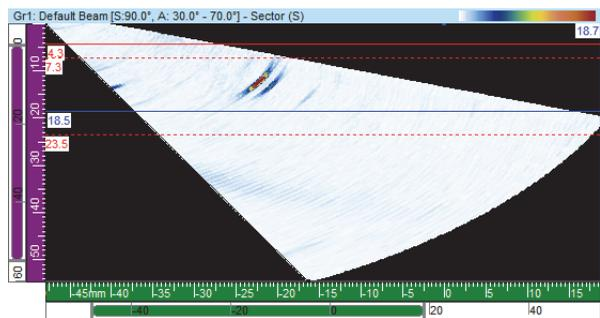

图 4-19 扇形视图 (S) 中一个缺陷指示周围的光标示例
2. 在FocusPC的侧视图（B）、端视图（D）或扇形视图（S）中，将参考光标（红色）和测量光标（蓝色）分别放在校准试块的参考反射体的上方和下方（参见第114页的图 4-19）。
4. 在FocusPC的侧视图 (B)、端视图 (D) 或扇形视图 (S) 中，将参考光标 (红色) 和测量光标 (蓝色) 分别放在校准试块的参考反射体的上方和下方 (参见第114页的图 4-19)。